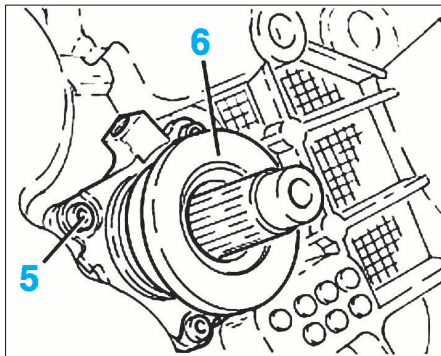

FIG. 9
- Retirer la canalisation hydraulique (3) en agissant sur les agrafes (4).
- Déposer les vis de fixation (5) de la butée hydraulique (Fig.9).